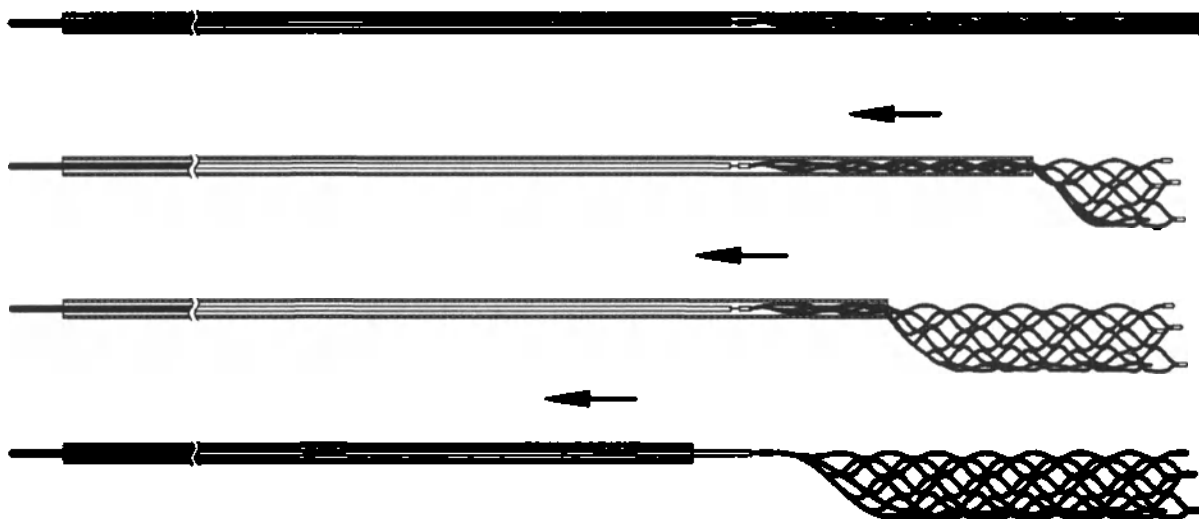

Рисунок 2. Установка стент-ретривера.
1. Отвести микрокатетер до проксимальной рентгеноконтрастной метки стент-ретривера. Подождать до полного раскрытия устройства (Рисунок 2).